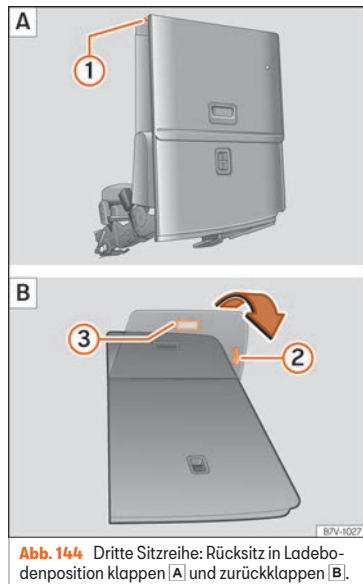

Abb. 144 Dritte Sitzreihe: Rücksitz in Ladebodenposition klappen **A** und zurückklappen **B**.
- Gegebenenfalls Hebel »» **Abb. 144** ❷ ziehen, um den Rücksitz in Längsrichtung in die gewünschte Position zu verschieben. »»
- Entfernen Sie Gegenstände aus dem Fußraum vor und hinter dem Rücksitz »» ❶.
- Hebel »» Abb. 144 ❶ nach oben ziehen und Rücksitzlehne nach vorn klappen. Der komplette Rücksitz klappt nach vorn »» ⚠ und auch die Sitzfläche schwenkt selbsttätig nach vorn.
- Schlaufe »» Abb. 144 ❷ ziehen, um die Sitzabdeckung zurückzuklappen.
- Ziehen Sie am Haltegriff »» Abb. 144 ❸. Der komplette Rücksitz klappt nach hinten.